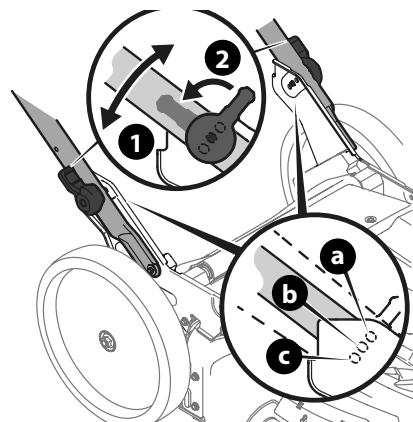

Figure 5
8. Placez le guidon dans l'une des trois positions : haute (a), moyenne (b) ou basse (c), qui se trouvent sur les supports du guidon. Voir (Figure 5).
9. Tournez les leviers de réglage jusqu'à ce qu'ils soient parallèles au guidon pour fixer les tiges dans une des trois positions sur les supports. (Figure 5).